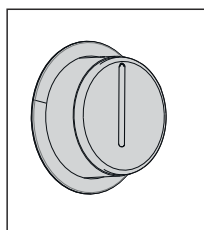

Abb. 15: ausgefahrener Drehknopf
- Im versenktem Zustand reicht ein leichter Druck aus um sie herauszufahren (Abb. 15).